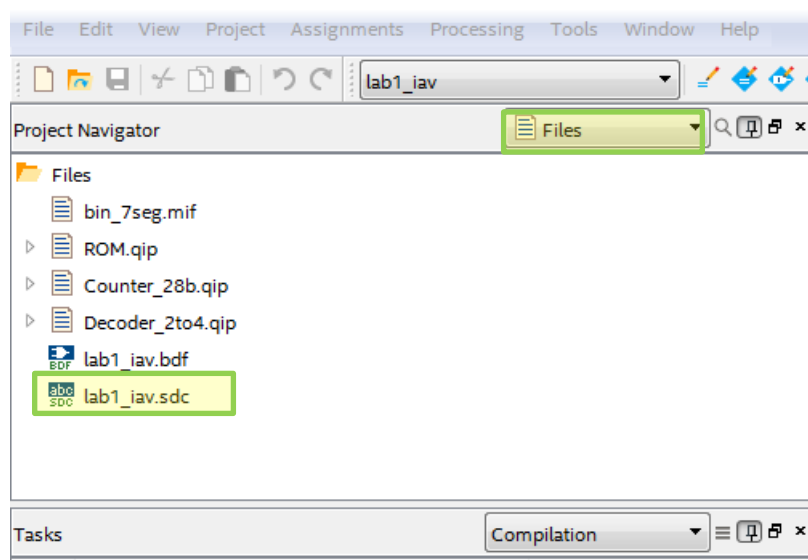

Рис. 36 Перечень файлов проекта в окне **Project Navigator**
6.3. Сохраните файл и проследите, чтобы файл появился в окне **Project Navigator** (Выберите вкладку **Files**)(рис. 36).